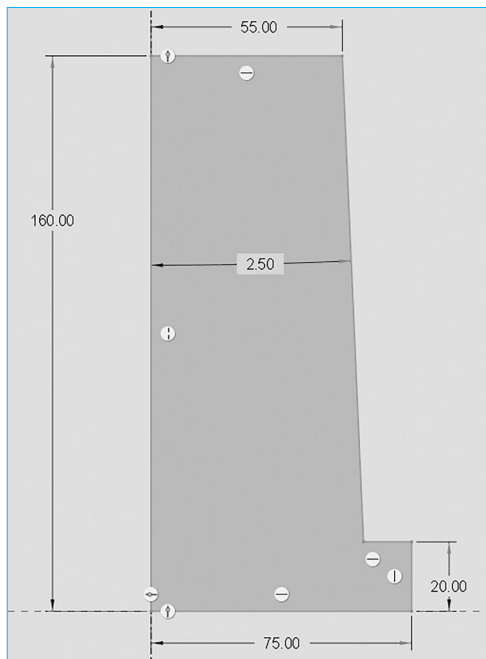
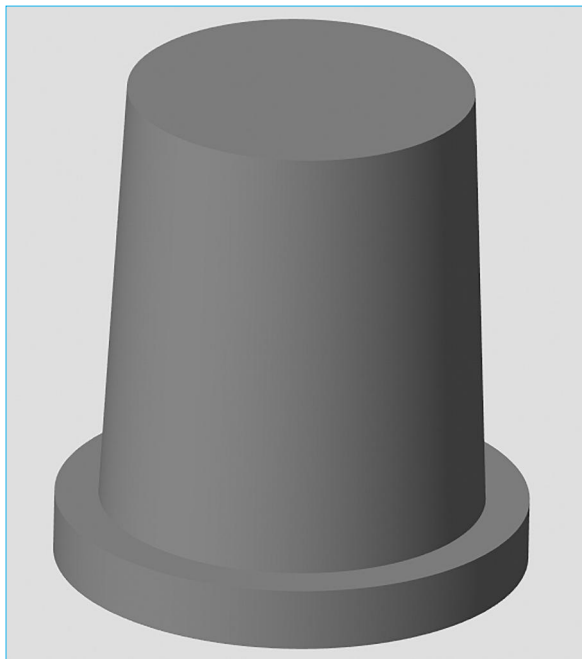

图 2-35 草图曲线
图 2-36 旋转效果
(1) 进入草绘界面。执行  旋转 命令，选中 FRONT 基准面为草绘平面，单击视图控制工具条中的  按钮，摆正视图。
(2) 旋转得到实体特征。单击  中心线 按钮，绘制竖直中心线做旋转轴，单击  线 按钮，绘制需要区域。单击  按钮，根据图样参数进行标注。选中所有参数，单击  修改 按钮，打开修改尺寸对话框，去掉 ☒ 重新生成(R) 前面的勾选，依次输入对应参数，单击  确定 按钮完成尺寸修改，草图曲线如图 2-35 所示，单击  按钮，单击  完成旋转操作，旋转效果如图 2-36 所示。